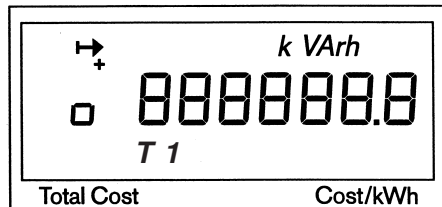

Fig. 4.1
| Fig. 4.1 | Energia reattiva continua T1 (kvarh) | Fig. 14.1 | Consumo di corrente istantaneo totale L1,2,3 (A) |